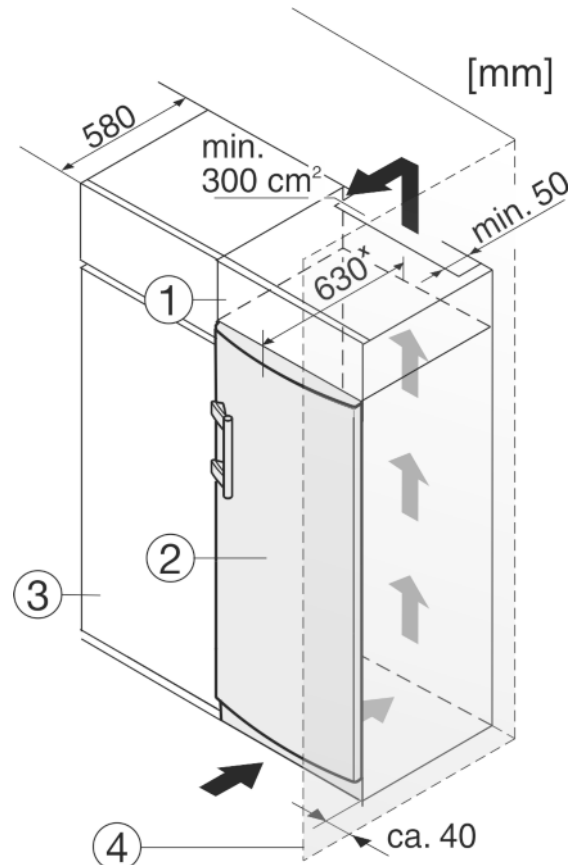

Fig. 11
- (1) Opbouwkast
- (2) Apparaat
- (3) Keukenkast
- (4) Wand
Het apparaat kan in keukenkasten worden ingebouwd. Om het apparaat Fig. 11 (2) aan de hoogte van het keukenblok aan te passen, kan boven het apparaat een opzetkast Fig. 11 (1) worden aangebracht.
Bij een ombouw met keukenkasten (diepte max. 580 mm) kan het apparaat direct naast de keukenkast Fig. 11 (3) worden geplaatst. Het apparaat steekt aan de zijkant 34 mm* en in het midden 50 mm* uit ten opzichte van het keukenkastfront.
Plaatst u het apparaat met de scharnierkant naast een muur Fig. 11 (4), dan moet de afstand tussen apparaat en muur minstens 40 mm bedragen. Dit in verband met het uitsteken van de deurgreep bij een geopende deur.